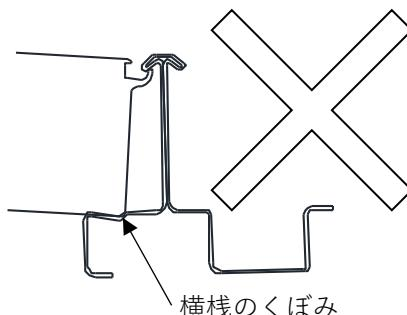

図 3-11. 誤った例
④モジュールに横桟を押しつけながら、仮固定していたボルト M8×20 を固定してください。図 3-11 に示すように、モジュールが横桟のくぼみに引っ掛かっている状態でボルトを固定しないようしてください。